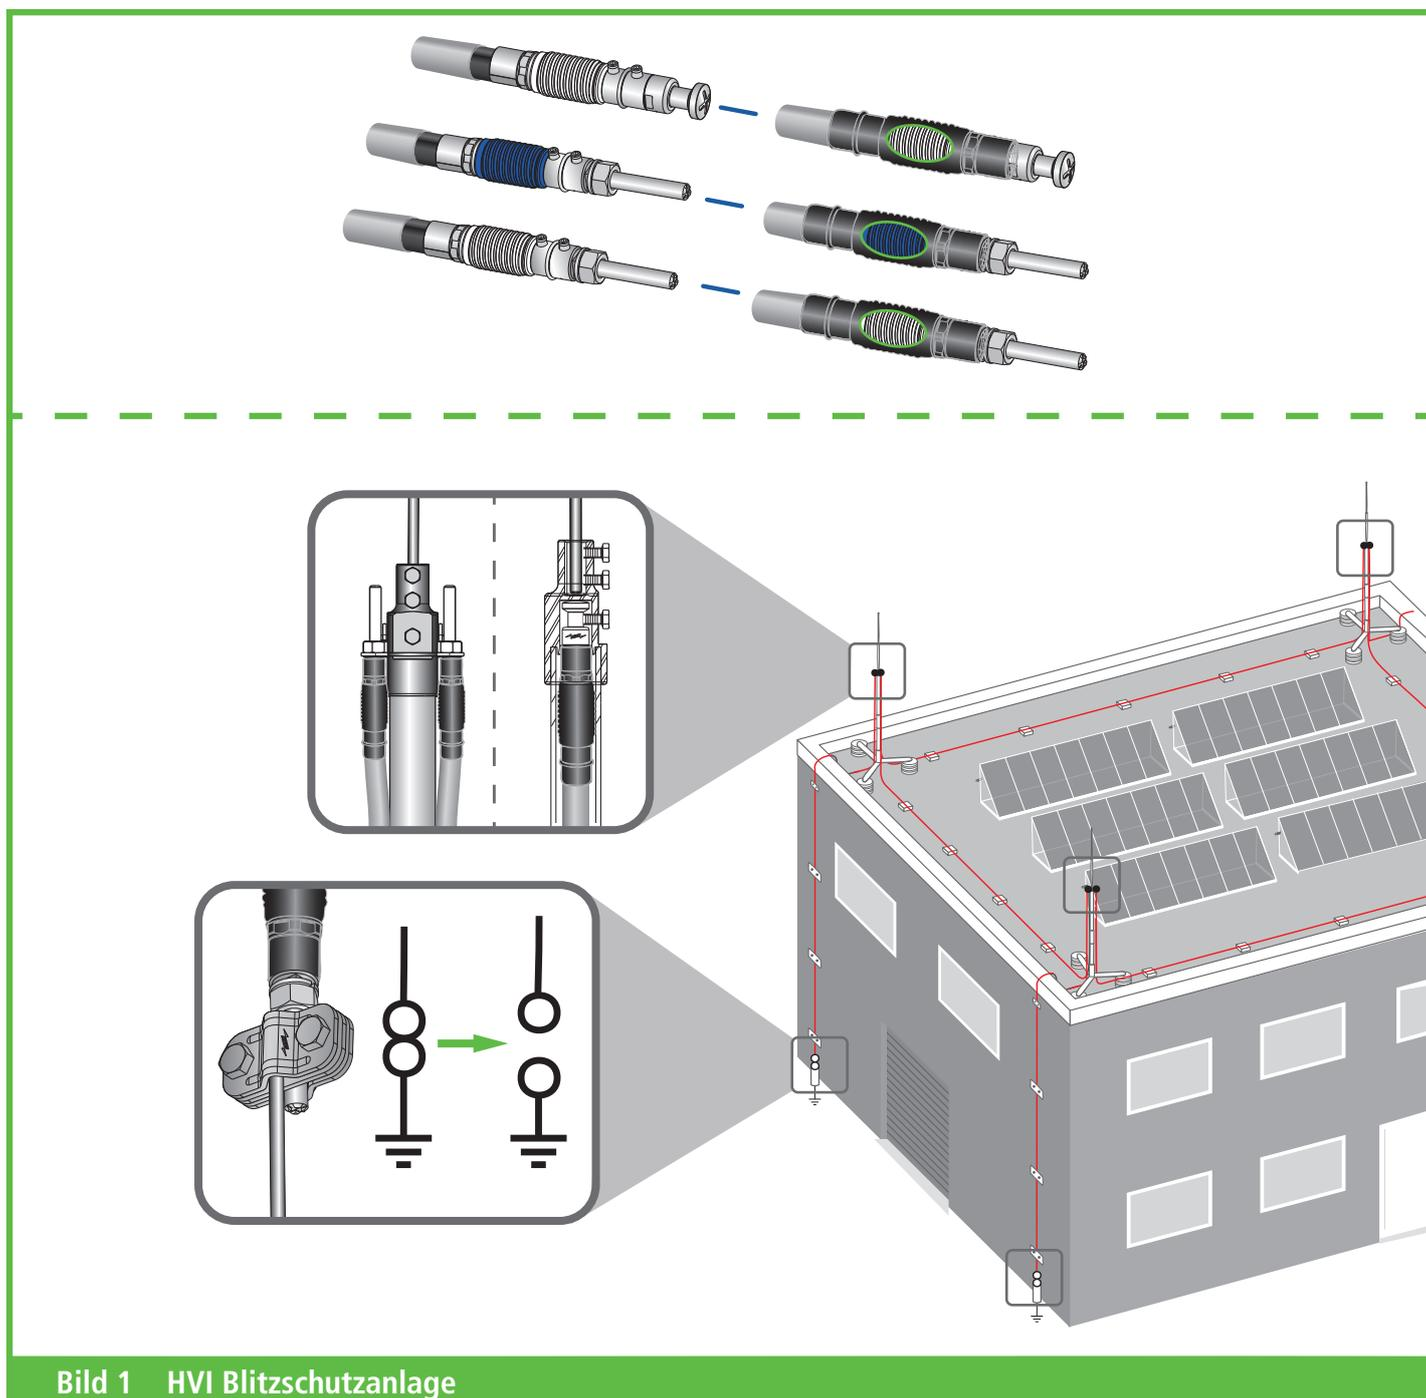
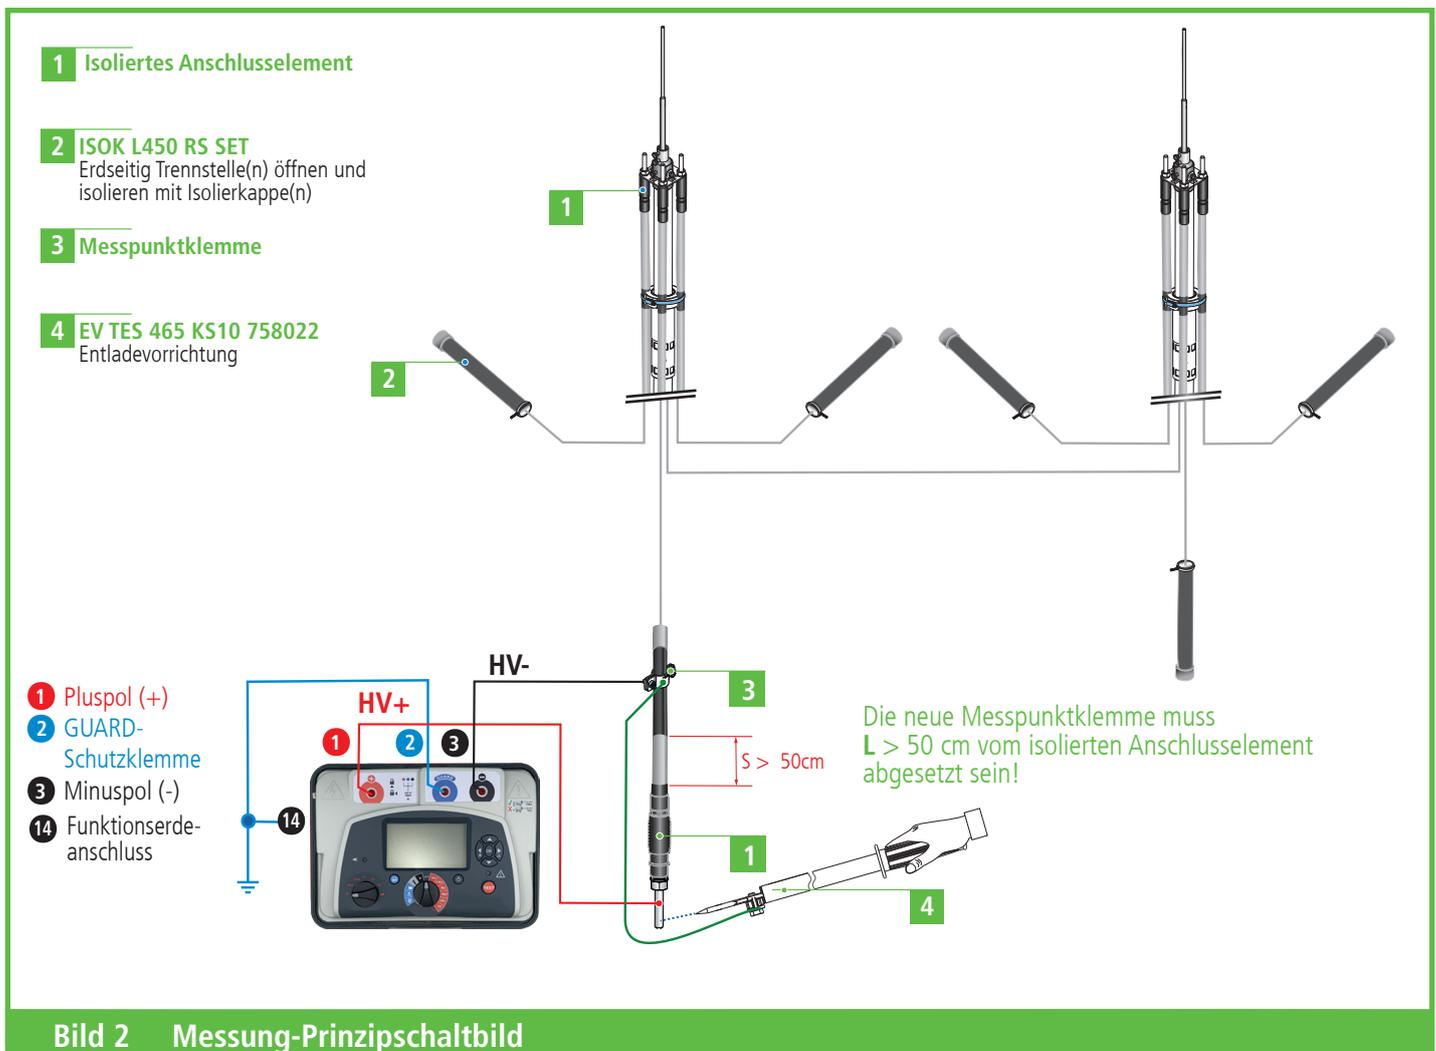

Bild 1 HVI Blitzschutzanlage
Bild 2 Messung-Prinzipschaltbild
Die Isolationsmessung dient zur Überprüfung der Leiterisolation um deren Sicherheit bzw. Fehlerfreiheit zu erkennen. Um mögliche mechanische oder elektrische Beschädigungen an hochspannungsfesten, isolierten Ableitungen feststellen zu können, wird eine Isolationsprüfung/-messung am HVI Blitzschutzsystem durchgeführt. Die Prüfung erfolgt an intakten Systemen zerstörungsfrei und ohne Montageaufwand (Siehe Bild 1, Seite 4 u. Bild 2, Seite 5).
Das isolierte Blitzschutzsystem ist durch öffnen der Trennstellenklemmen von der Erdungsanlage zu trennen (siehe exemplarisch Bild 1).
Besonders ist dabei zu beachten, dass bei der Isolationsmessung nur an den von **DEHN** zugelassenen Komponenten geprüft und gemessen werden darf, wie HVI Leitungen und isolierten Anschlusselementen (siehe Bild 1).
- ➔ Bei Isolationsmessung(en) an/in vermaschten **HVI Systemen** ist es ausreichend, die Messung z.B. (mit dem Prüfgerät **Megger MIT1525**) an nur *einem* Leitungsende durchzuführen (siehe Bild 2, Messung-Prinzipschaltbild).
- ➔ Bei der Montage bzw. beim Überstülpen der Isolierkappen Pos. 2 an dem offenen Leitungsende, müssen diese mittels der Arretierungsschraube(n) fest an den Leitungsenden angeschraubt werden (siehe Bild 2, Messung-Prinzip schaltbild).
- ➔ Das Messgerät mit den Anschlussleitungen verbinden (Bild 2, Seite 5)